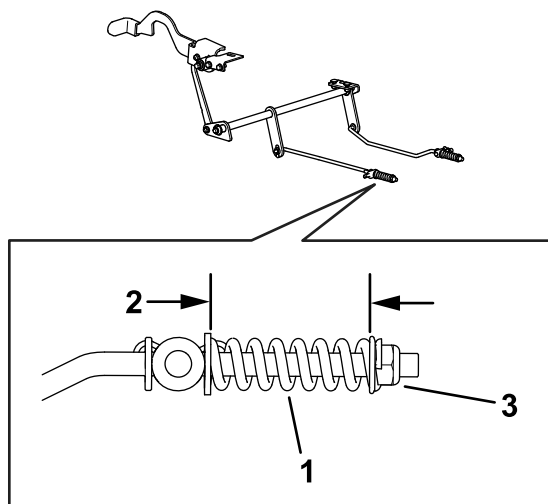

Figura 60
8. Compruebe la longitud de ambos muelles, como se muestra en la Figura 60. Si es necesario ajustarlos, gire la tuerca de retención del muelle en sentido horario para acortar el muelle y en sentido antihorario para alargarlo. Repita el paso 6.